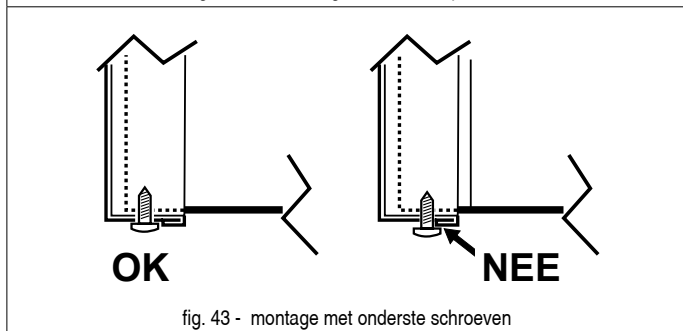

fig. 43 - montage met onderste schroeven
3. Ga in omgekeerde volgorde te werk om het voorpaneel weer terug te plaatsen. Zorg ervoor dat het goed vastzit op het bovenpaneel en volledig steunt op de zijpanelen. De kop van schroef "A" moet, eenmaal vastgedraaid, geplaatst worden zoals in "fig. 43 - montage met onderste schroeven".